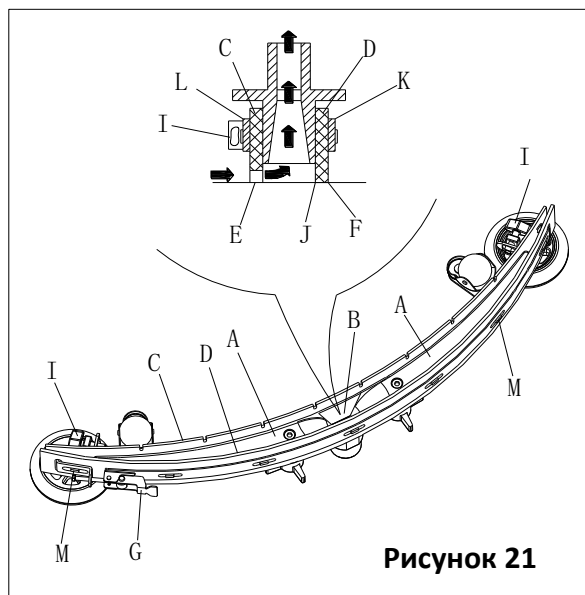
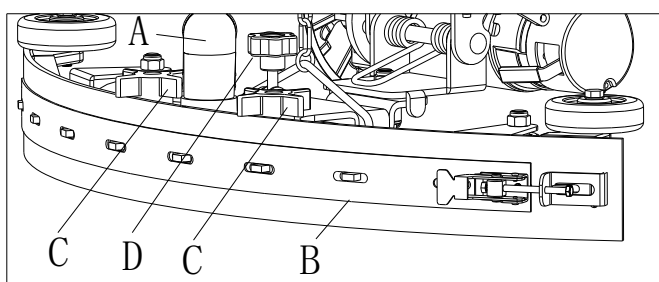

Рисунок 21
Рисунок 22
2. Убедитесь, что края (Е, Рисунок 21) переднего лезвия (С) и края (F) заднего лезвия (D) находятся на одном уровне, по всей длине; при необходимости отрегулируйте высоту в соответствии со следующей процедурой:
- Ослабьте хомут прижимной планки (G), снимите его с держателя (M) и отрегулируйте заднее лезвие (D), затем закрепите на держателе (M) и зафиксируйте хомут (G).
- Ослабьте винты (I) и отрегулируйте переднее лезвие (C), затем заверните винты.
3. Проверьте переднее лезвие (C) и заднее лезвие (D) на отсутствие износов, порезов и разрывов; при необходимости замените их в соответствии со следующей процедурой. Убедитесь, что передний угол (J) заднего лезвия (D) не изношен; при необходимости переверните лезвие, чтобы заменить изношенный угол целым углом. Если другие углы также изношены, замените лезвие скребка в соответствии со следующей процедурой:
- Ослабьте хомут (G), снимите с держателя (M) и снимите сдерживающую планку (K), затем замените/переверните заднее лезвие (D). Соберите скребок в обратном порядке.
- Открутите винты (I) и удалите фиксирующую планку (L), затем замените переднее лезвие (C). Соберите скребок в обратном порядке. После замены лезвия (или переверачивания), отрегулируйте высоту, как показано в предыдущем шаге.
4. Подсоедините вакуумный шланг (А, Рисунок 22) к всасывающему скребку.
6. При необходимости отрегулируйте скребок винтом (D).